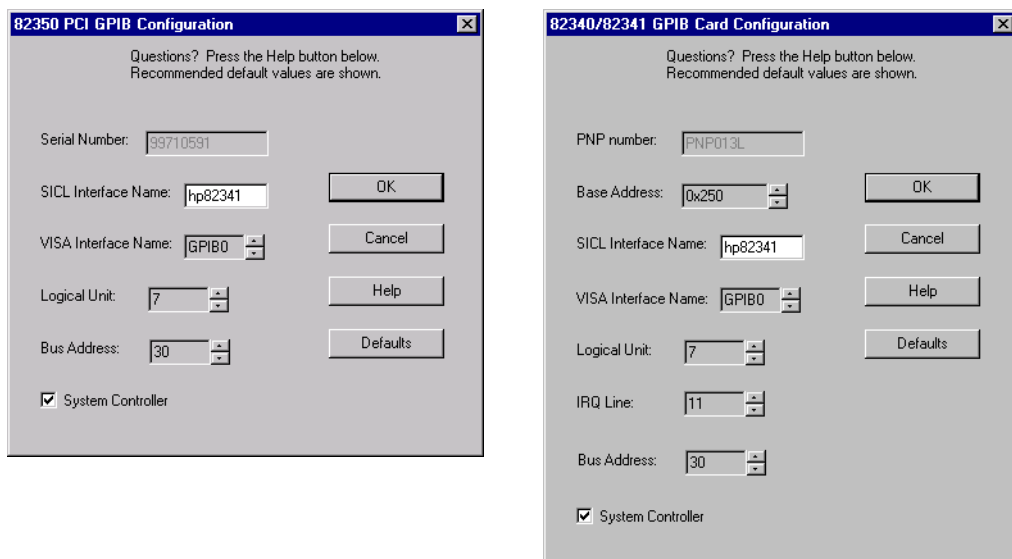

图 9 配置安捷伦化学工作站使用的 GPIB 接口
- 7 SICL 接口名称设定为 "hp82341", 总线地址为 "30", 系统控制器标识如图 9。请注意, 根据安装的 GPIB 卡类型, 所出现的对话框略有不同。
在安捷伦化学工作站使用下列值配置 Agilent 82341 或 Agilent 82350 GPIB 接口。使用的范围取决于安装的接口类型。参见第 62 页的图 9。